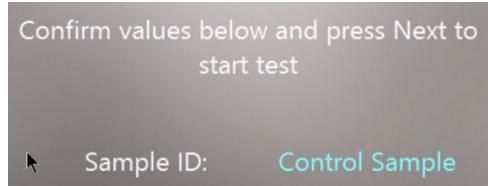

Abbildung 40: Bestätigungsmeldung für Kontrollprobe
**Hinweis:** Wenn der ausgewählte Assay im Bildschirm „Sample ID“ (Proben-ID) so eingestellt wurde, dass er als Kontrollprobe ausgeführt werden soll, weist der Text auf dem Bestätigungsbildschirm darauf hin, dass es sich um einen Kontrollprobenlauf handelt, wie in Abbildung 40 dargestellt.